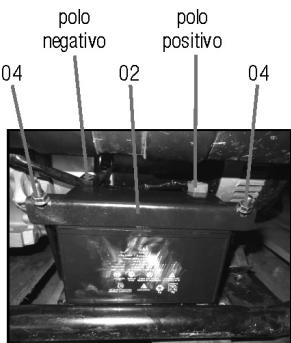

Fig. 20 – Instalação da bateria
- Conekte o terminal negativo (-) do gerador no polo negativo da bateria (cor preta) (fig. 20);
- Conekte o terminal positivo (+) do gerador no polo positivo da bateria (cor vermelha) (fig. 20);
- Encaixe o suporte (peça 2) na bateria (fig. 20);